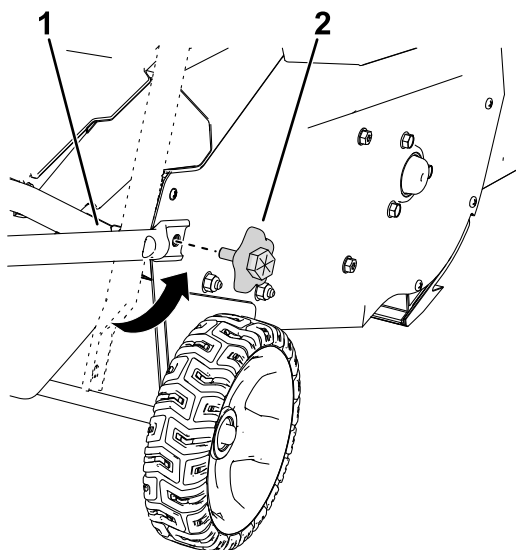

Figure 5
5. Redressez la partie inférieure du guidon en place et installez les boutons inférieurs comme montré à la Figure 5.